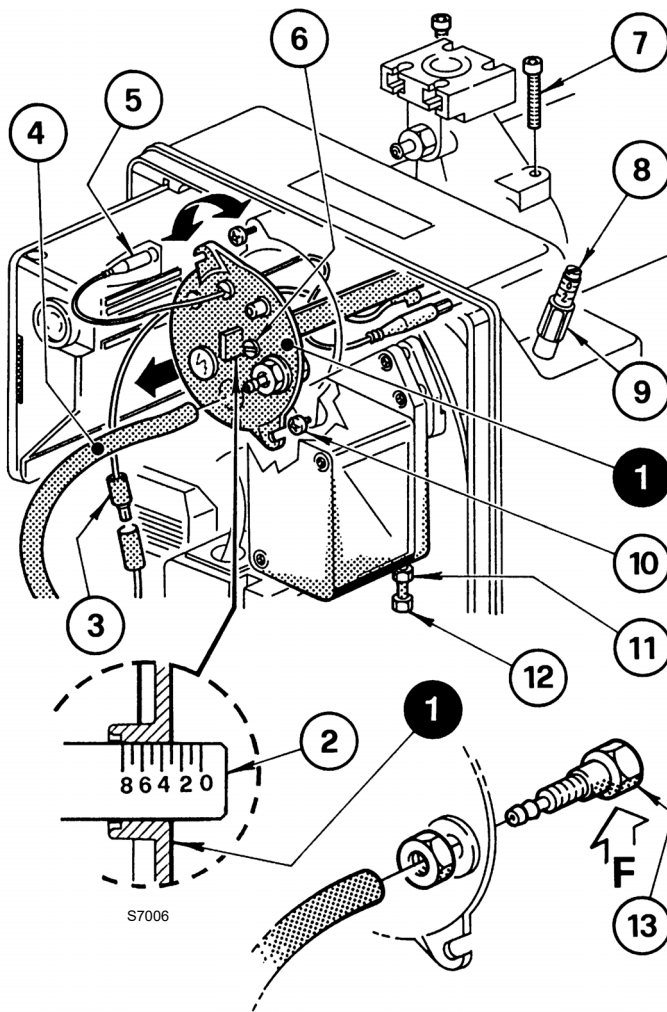

Рис. 12
Регулировка головки горения зависит от расхода горелки. Регулировка осуществляется путем вращения по или против часовой стрелки регулировочного винта 6)(Рис. 12), пока риска на регулировочной планке 2) не совпадет с внешней плоскостью узла головки 1).
На Рис. 12 регулировочная планка головки откалибрована на метку 3.
- отсоедините подсоединения 3) и 5)(Рис. 12);
- выньте трубку 4) и ослабьте винты 10)(Рис. 12);
- открутите и снимите винты 7), выньте узел держателя головки 1)(Рис. 12), слегка повернув ее при этом вправо.
Не рекомендуется изменять регулировочное положение кронштейна относительно колена 2)(Рис. 12) на этапе демонтажа.
Выполните монтаж в обратном порядке, устанавливая узел головки 1)(Рис. 12) в исходные положения.
Закрутите винты 7)(Рис. 12), не затягивая их до упора. Затяните их моментом затяжки 3 - 4 Нм.
Проверьте, что во время работы горелки отсутствуют утечки газа из под винтов. В случае случайного ослабления штуцера для замера давления 13)(Рис. 12), закрепите должным образом крепление, удостоверившись, что отверстие (F) с внутренней стороны головки 1)(Рис. 12) повернуто вниз.